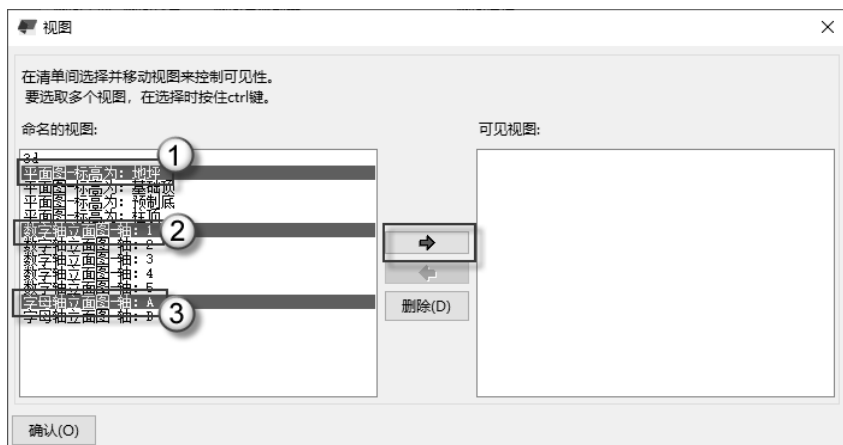

图 1.24 检查生成的视图
(3) 检查视图。在检查完视图列表之后，还需要检查视图。一般从平面图、数字轴立面图和字母轴立面图中各选一幅图为代表进行检查。这里将平面图-标高为：地坪、数字轴立面图-轴：1 和字母轴立面图-轴：A 这 3 个视图移入“可见视图”栏，将 3d 视图移入“命名的视图”栏，如图 1.24 所示。